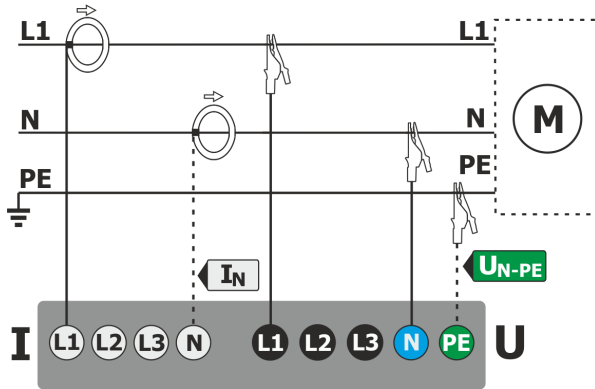

Fig. 51. Esquema de conexión – sistema monofásico.
- monofásica (Fig. 51)
**Paso 2: Conexión a la red examinada.** Conectar el analizador a la red de prueba de acuerdo con la Fig. 51. Se deben conectar las entradas de tensión L1, N. No es necesario conectar la pinza porque no se requiere la medición de la corriente. Conectar la alimentación externa del analizador para que el analizador no funcione con su batería y no se apague debido a una batería descargada.